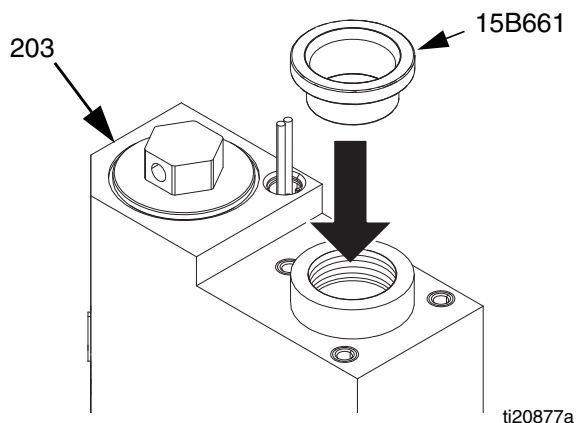

FIG. 28
- a. Instale el nuevo sello en U del pistón (225) en la varilla del pistón (223) con las pestañas mirando hacia la varilla.
- b. Instale el rodamiento del pistón (226) en la varilla del pistón (223) con el extremo ranurado mirando hacia el centro de la varilla.
- c. Instale la válvula del pistón (222) en la varilla del pistón (223). Apriete a un par de 24-30 ft-lb (33-41 N•m).
2. Para proteger los sellos de las roscas filosas, coloque la herramienta de instalación del sello 15B661 en el orificio del cuello. Consulte FIG. 28.
8. Instale la tuerca de retención (235). Consulte FIG. 28.